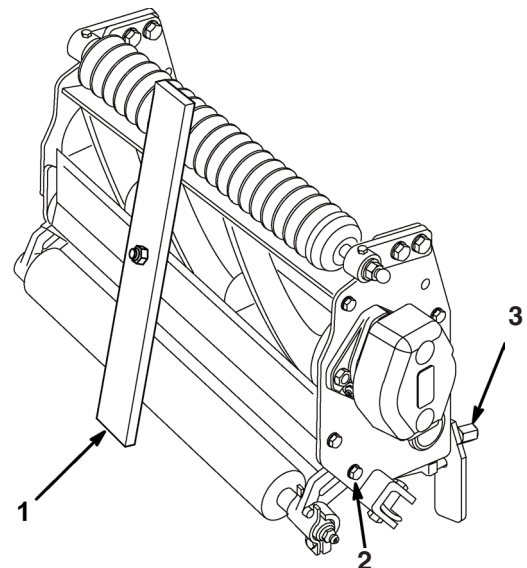

Figure 5
2. Retourner l'unité de coupe (90°) et la faire reposer sur le rouleau arrière et les pattes du rouleau arrière. Desserrer les contre-écrous des vis de montage qui fixent les supports du rouleau arrière (Fig 5).
3. Sur un calibre (Réf. N° 13-8199), régler la tête de vis à la hauteur de coupe voulue (Fig. 5). La hauteur de coupe correspond à la distance entre le calibre et la base de la tête de vis.